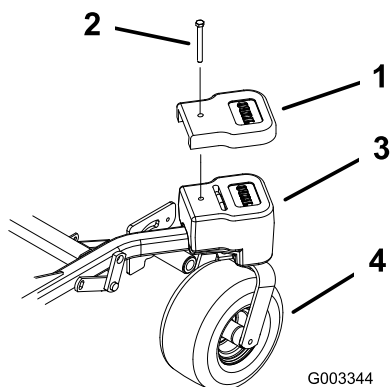

Figure 29
4. Montez les masses supérieures en haut de chaque roue pivotante (tabliers de 152 cm [60 po]) avec 2 boulons (1/2 x 2-1/2 po) (Figure 29).